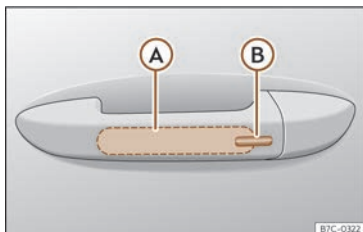

Abb. 46 Türgriff: Sensorflächen.
>>> (Abb. 46)
- Berühren Sie die auf der Außenseite des Türgriffs befindliche Sensorfläche >>> (Abb. 46) (B). Alle Blinker leuchten einmal auf.
- Berühren Sie innerhalb von 5 Sekunden einmal die auf der Außenseite des Türgriffs befindliche Sensorfläche >>> (Abb. 46) (B). Ergreifen Sie dabei nicht den Türgriff. Das System Keyless Access ist jetzt vorübergehend deaktiviert.
- Überprüfen Sie die Deaktivierung, indem Sie nach Ablauf von mindestens 10 Sekunden am Türgriff ziehen. Die Tür sollte sich nicht öffnen. Beim nächsten Mal kann das Fahrzeug nur elektronisch mit dem Fahrzeugschlüssel entriegelt werden. Im Anschluss an die nächste Entriegelung ist das System Keyless Access erneut aktiviert >>> ①.
Um mit der **Komfortfunktion** alle elektrischen Seitenfenster und das Glasdach zu schließen, lassen Sie einen Finger einige Sekunden auf der Sensorfläche für Verriegelung >>> (Abb. 46) (B) am Türgriff, bis die Seitenfenster und das Dach geschlossen sind.